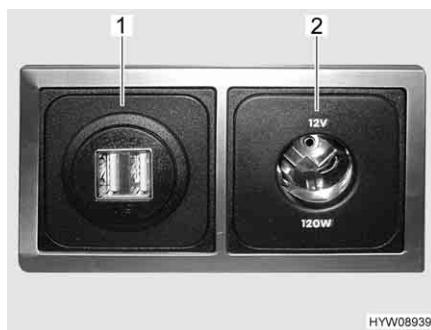

Fig. 90 Presa USB e 12 V
**Presa USB** È possibile caricare le batterie di dispositivi con corrente di carica fino a 2,5 A, collegando i dispositivi alle prese USB (Fig. 90,1).
**Presa a 12 V** Le prese da 12 V (Fig. 90,2) consentono di collegare apparecchi con consumo di corrente massimo pari a 10 A (potenza pari a 120 W).